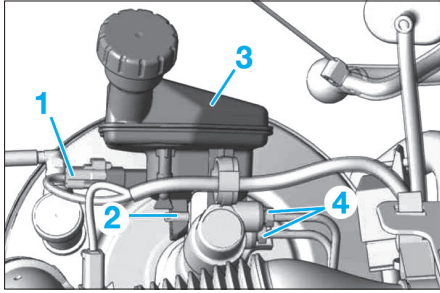

Fig. 12
- Débrancher le connecteur (1) (Fig.12).